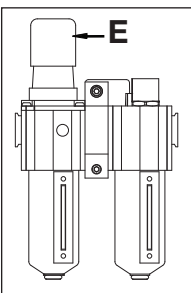

Figura 6
1. (-E) tipo di pompa per le chiavi torsionometriche SQD ed HXD. Accertarsi che i tubi utilizzati siano marcati "ENERPAC THC-700 SERIES - 800 Bar/11,600 psi max." I raccordi di accoppiamento di questi tubi sono polarizzati in fabbrica per assicurare il corretto funzionamento della chiave torsionometrica (vedere la Figura 6).
La vite di regolazione (E) è regolata in fabbrica completamente in senso orario, in modo che non passi olio per lubrificare il sistema. Per effettuare la regolazione iniziale, aprire l'arrivo dell'aria e fare iniziare il passaggio verso il sistema. Girare la vite per regolare il gocciolamento dell'olio. Girando la vite in senso antiorario il ritmo di gocciolamento aumenta (vedere la Figura 6). Inizialmente il ritmo di gocciolamento deve essere regolato ad una o due gocce al minuto e quindi fare la regolazione più fine dopo che il sistema ha raggiunto la temperatura normale di funzionamento.
Tirare la manopola diritto verso l'alto per sbloccare. La manopola di regolazione deve essere girata in senso orario per aumentare ed in senso antiorario per diminuire la regolazione della pressione di uscita (vedere la Figura 6).